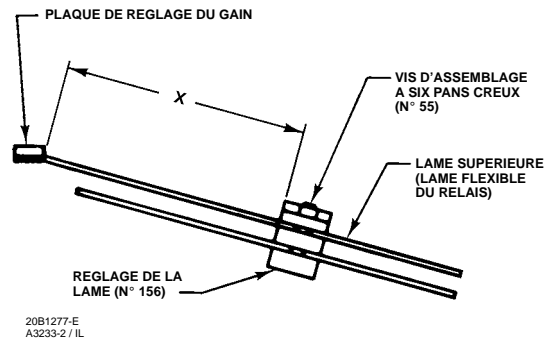

Figure 14. Réglage du gain dynamique
L'emplacement du réglage du gain dynamique est représenté sur la Figure 13. Le réglage est effectué en déplaçant la lame (n° 156) le long de la lame supérieure, voir figure 14.
Le tableau de la figure 14 et l'étiquette à l'intérieur du couvercle du positionneur (n° 41, figure 28) indiquent les positions de départ du réglage de la lame en fonction des modèles d'actionneur. Commencer par régler la lame suivant la distance de départ recommandée à partir la plaque de réglage du gain, la distance sur la figure 14. Pour effectuer le réglage du gain de boucle, procéder comme suit :
3. Desserrer la vis d'assemblage à six pans creux du dispositif de réglage de la lame (n° 55, figure 14) et faire coulisser le dispositif de réglage sur les lames pour augmenter ou réduire la distance X. Pour ralentir la réponse du positionneur, déplacer le dispositif de réglage de la lame dans le sens de la flèche sur la lame supérieure (diminuer la distance X). Pour accélérer la réponse du positionneur, déplacer le dispositif de réglage de la lame dans le sens opposé.